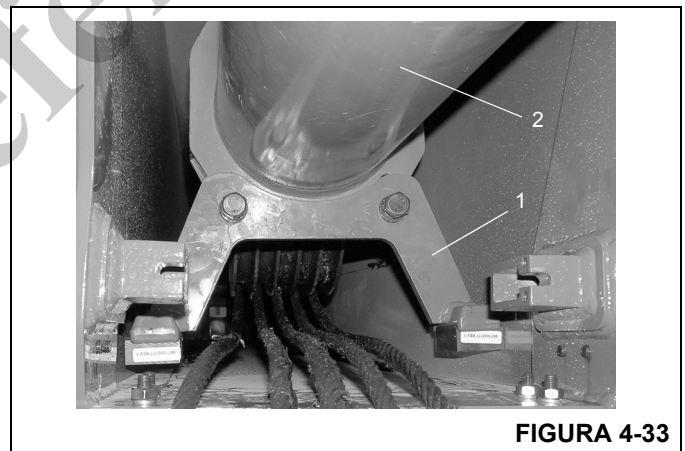

FIGURA 4-33
4. Após sustentar o peso do cilindro telescópico, remova os dois parafusos que fixam o conjunto soldado do pé do cilindro (Figura 4-33, 1) no cilindro telescópico (Figura 4-33, 2). Remova o conjunto soldado do pé.